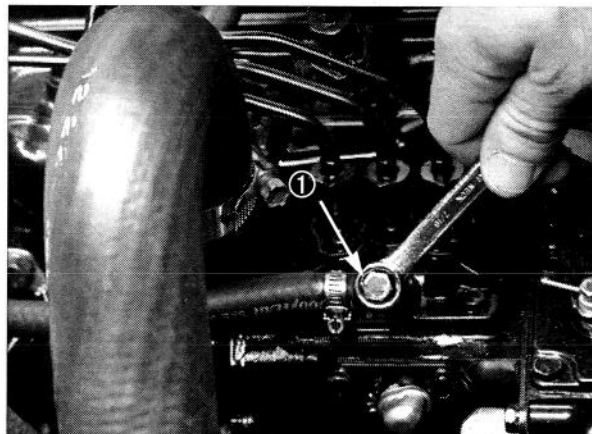

Figura 16
5. Cuando se termine el remolque, vuelva a montar el árbol de transmisión como se indica en la figura 16. (Las estrías están diseñadas para poder montar solamente cuando las dos mitades del árbol estén debidamente orientadas).